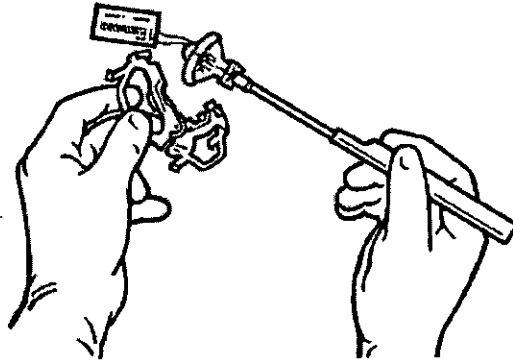

Figura 8. Saque el collar de la válvula antes de la implantación.
5. Antes de implantar la válvula, quite el collar de la válvula. Para esto, ponga dos dedos debajo del collar, apriete con el pulgar y tire con suavidad hacia atrás (consulte la Figura 8). Quite la etiqueta de identificación adjunta al anillo de sutura cortando la sutura en un punto alejado del anillo para evitar hacer una muesca en el anillo de sutura. Ponga la etiqueta de identificación en el registro médico del paciente.